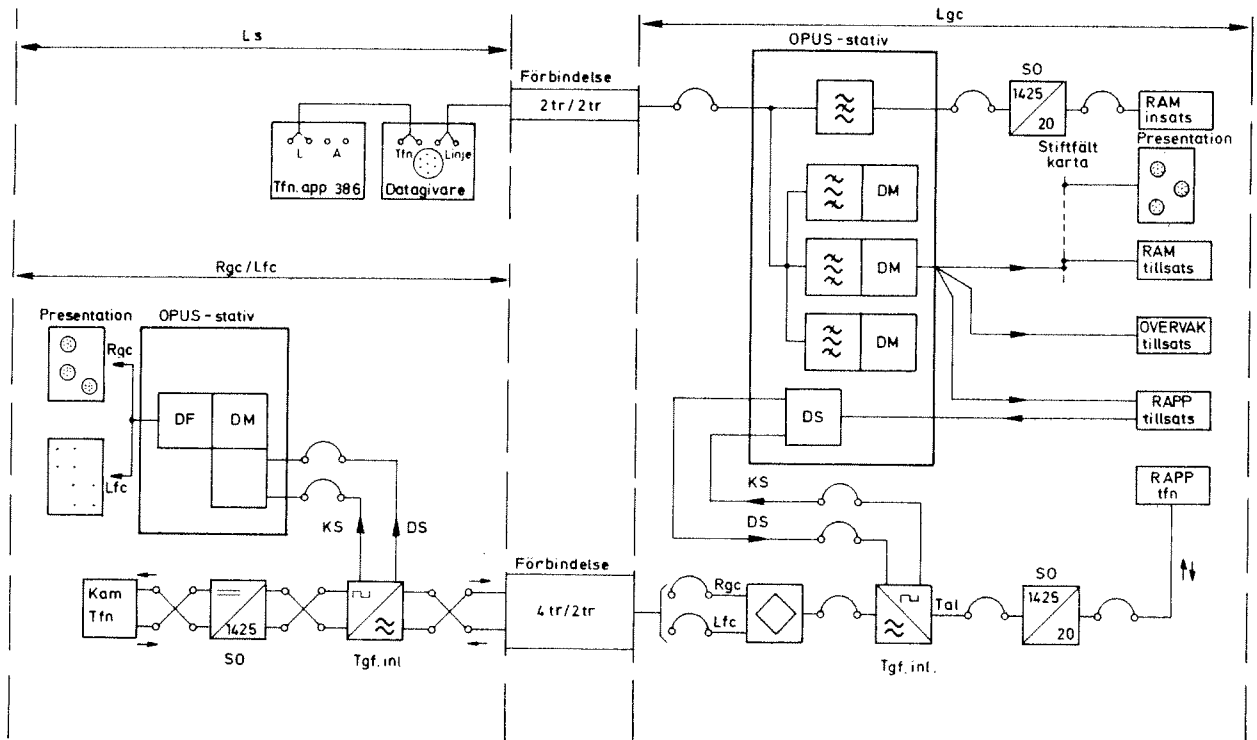

Bild 1. Systembild över OPUS mellan ls-lgc-rgc/lfc
Denna föreskrift avser kontroll av tal- och dataöverföringen i system OPUS, bild 1.
- Gör inkoppling på lgc och ls enligt bild 1 och avsnitt 3.1.2.1.